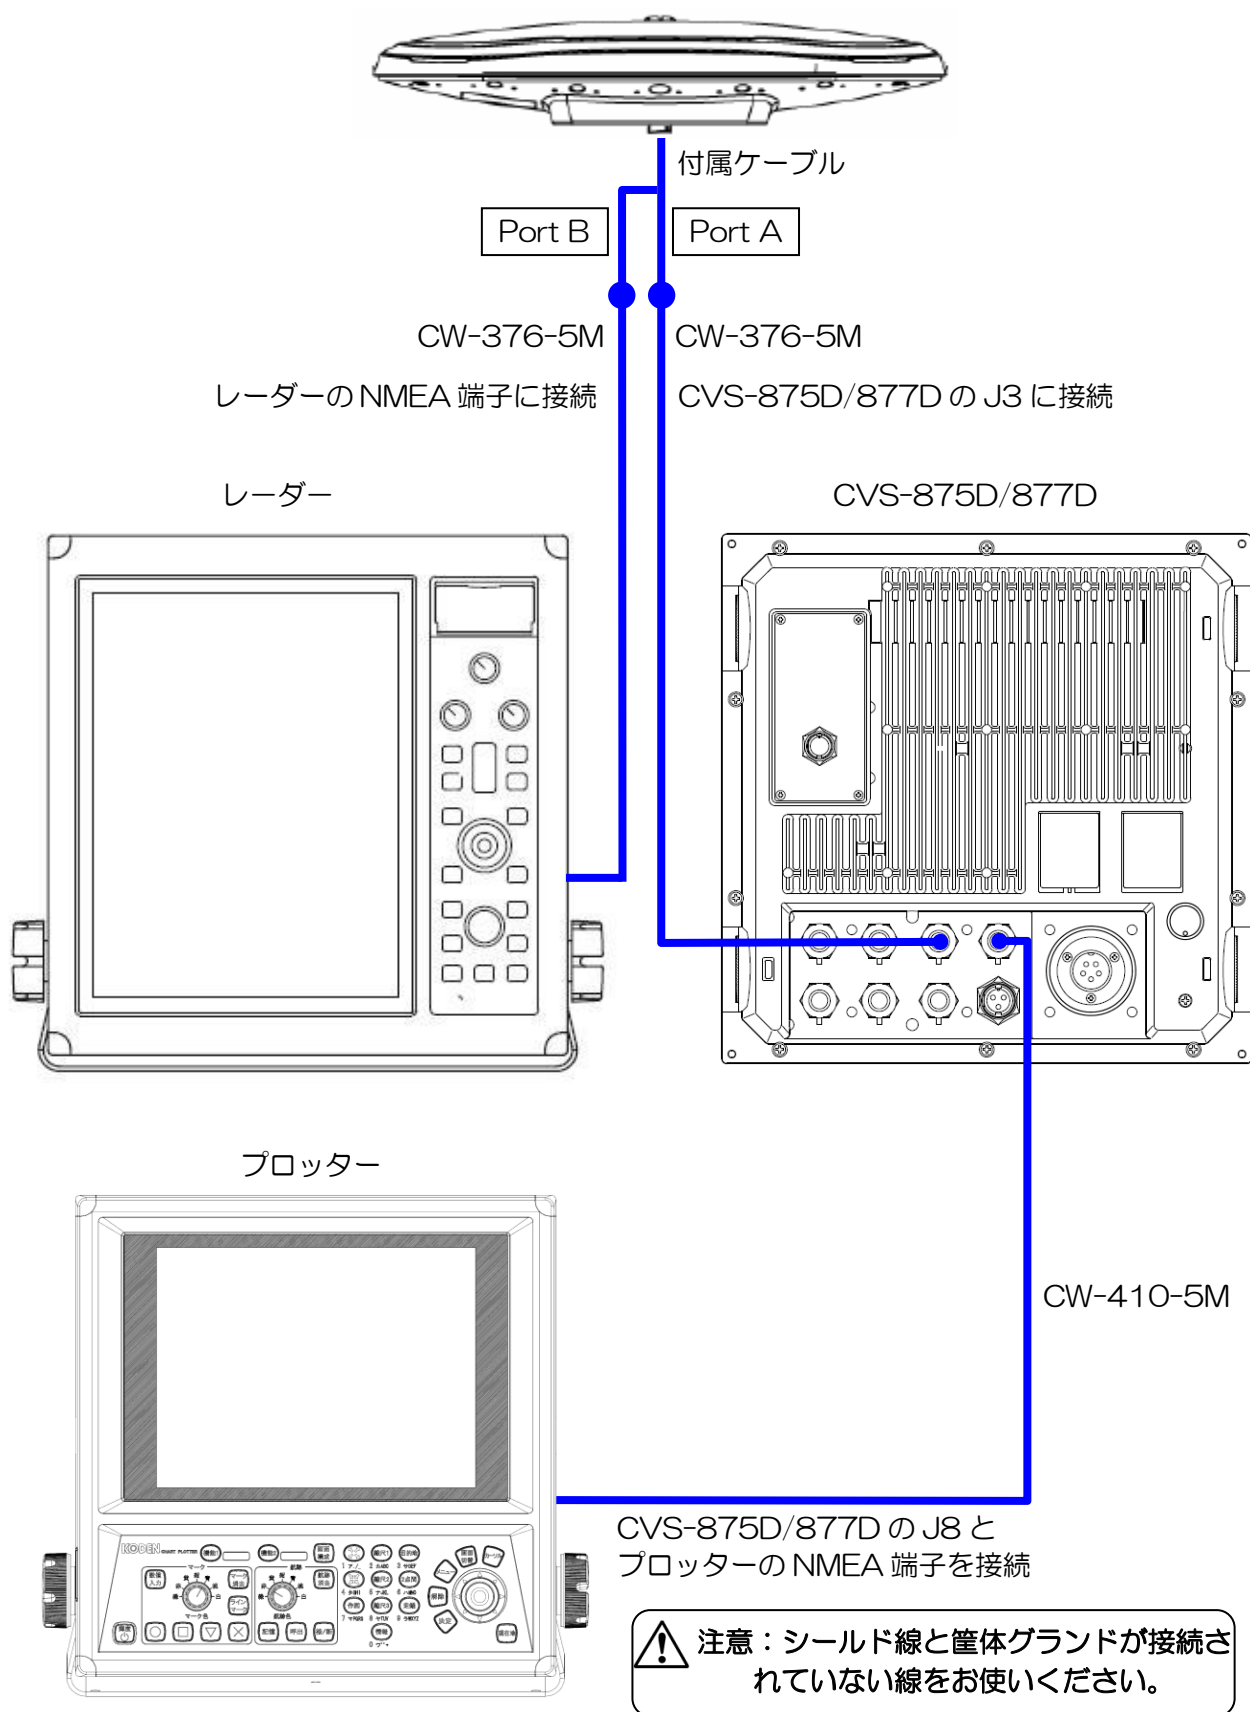
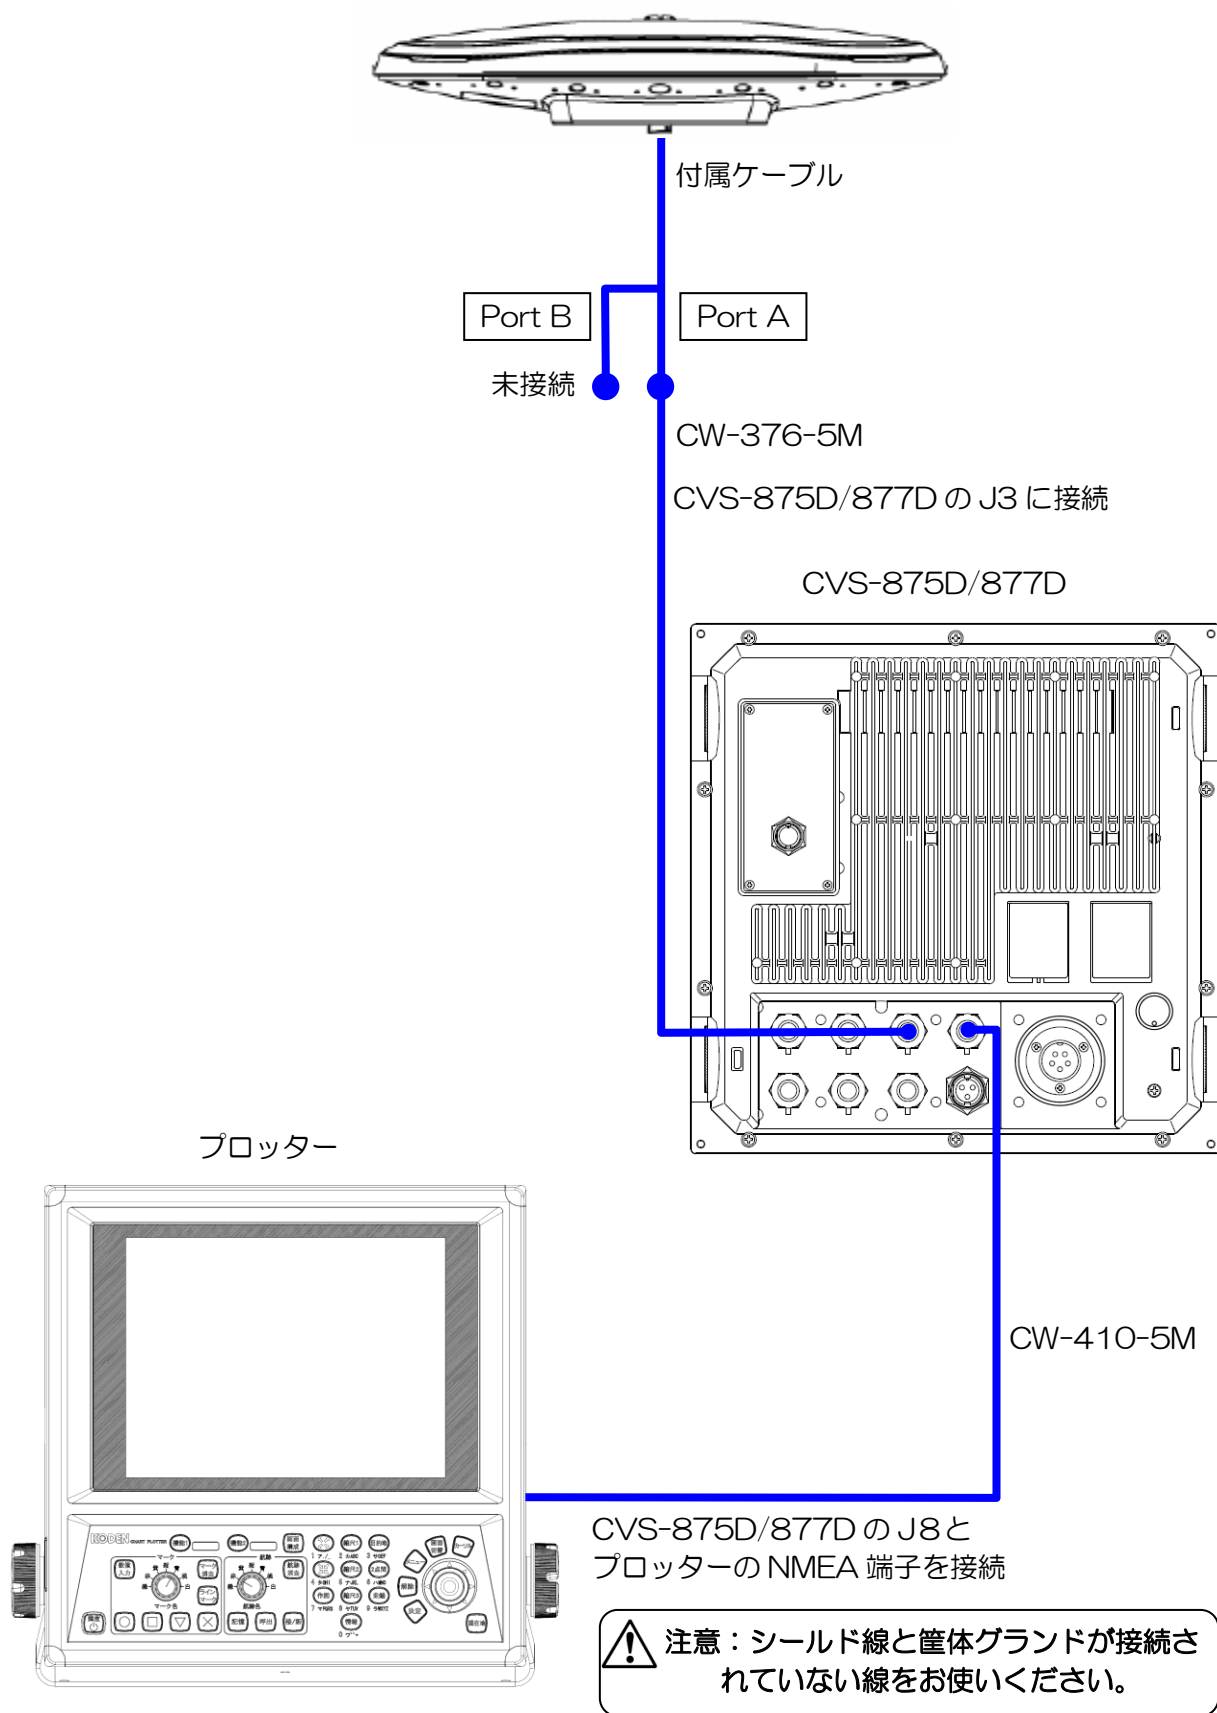

図 1.68 総合接続図 7
図 1.70 総合接続図 9
3) レーダーにも接続し GPS コンパスとして接続する場合は、Port B と半田付けが終了した CW-376-5M をレーダーの NMEA 端子へ接続してください。(図 1.68 総合接続図 7 参照)
それ以外の場合は Port B との接続の必要はありません。(図 1.70 総合接続図 9 参照)
4) 図 1.68 総合接続図 7～図 1.70 総合接続図 9 を参照して、CVS-875D/877D の J8 端子と NMEA で通信する他の機器を接続してください。